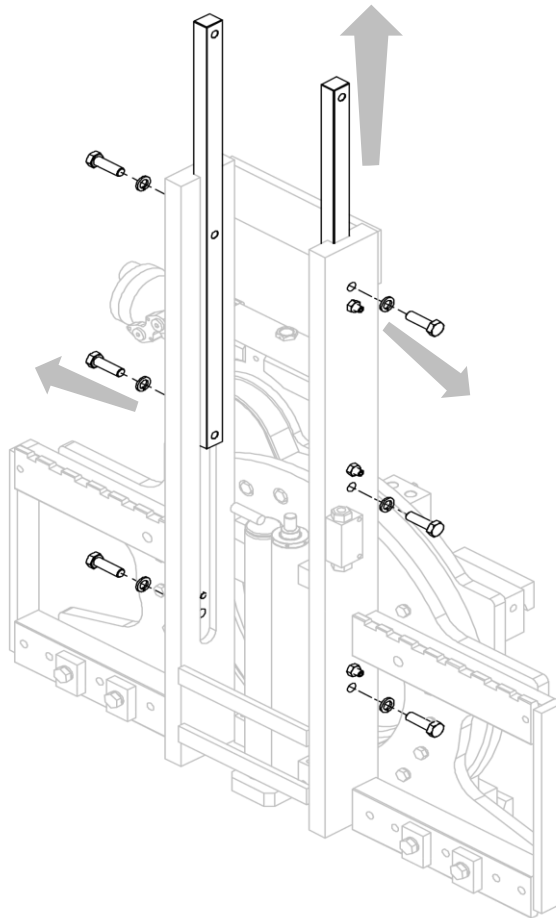

Figure 26
3. Retirer les bagues de glissement après avoir desserré les goujons et dévissé les vis qui les maintiennent en place (voir *Figure 26*).